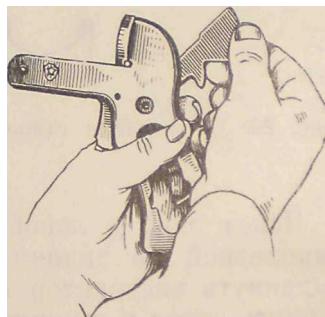

Рис. 23. Отделение курка от рамки
4. **Отделить курок от рамки:** выбить выколоткой ось курка и, нажав пальцем левой руки на спусковой крючок, вынуть курок (рис. 23).